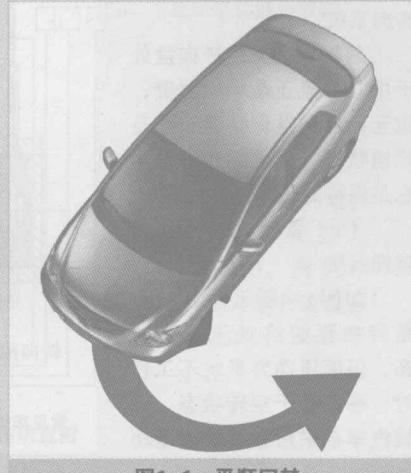

图1-1 平顺回转
4) 平顺的回转性能：汽车在转弯时，驾驶员要转动转向盘，在转弯之后，必须使转向盘回正，也就是使车轮回转到直线行驶的位置上。在驾驶员放松转向盘之后，这个回位动作必须平顺地进行，如图1-1所示。